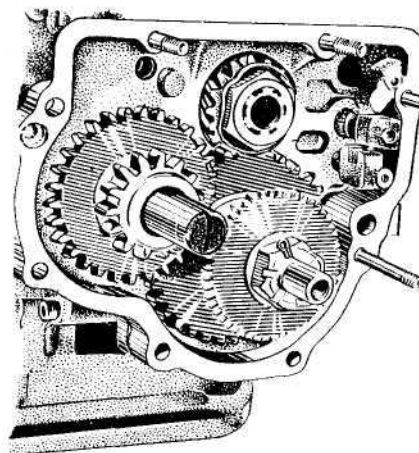

Рис. 140. Вид со стороны картера понижающей передачи
- установите шплинт 52. Законтрите гайку 6 отгибной шайбой 7 на две грани. Вид со стороны картера понижающей передачи показан на рис. 140;